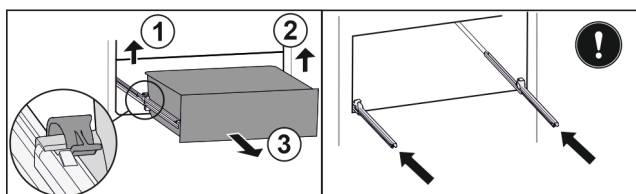

Fig. 104
- ▶ Nadvihnite ľavú svorku a súčasne ťahajte zásuvku vľavo dopredu. Fig. 104 (1)
- ▶ Nadvihnite pravú svorku a súčasne ťahajte zásuvku vpravo dopredu. Fig. 104 (2)
- ▶ Odoberte zásuvku dopredu. Fig. 104 (3)